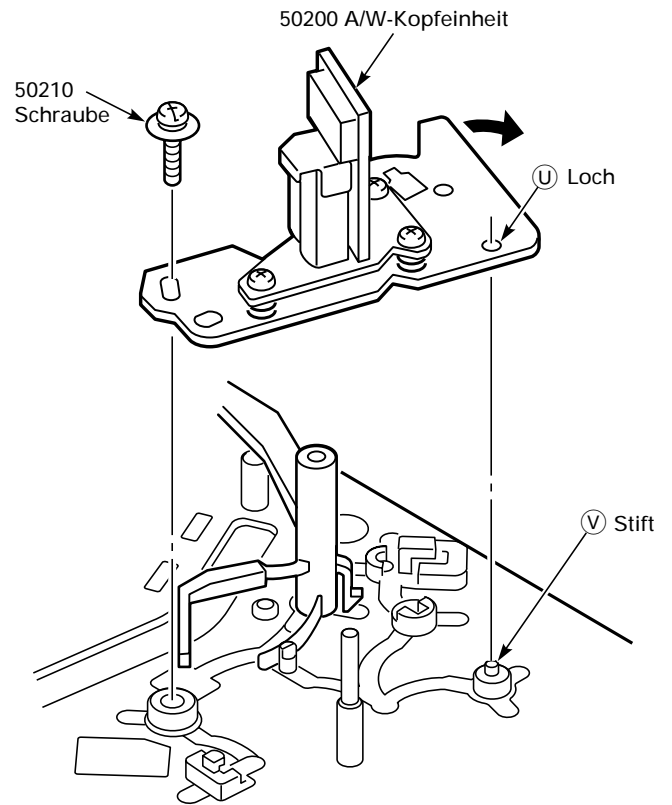

Fig. 8.36
– Schraube (Pos. 50210) lösen und A/W-Kopfeinheit (Pos. 50200) gemäß Fig. 8.36 in Pfeilrichtung drücken und nach oben abnehmen.